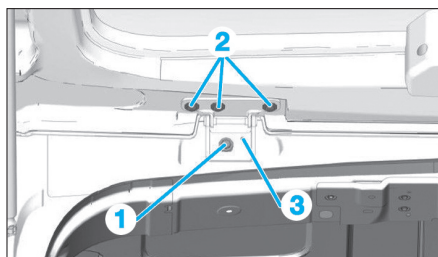

Fig. 106
- Pour le réglage, faire sauter le point de centrage (3) à l'aide d'un chasse-goupille (Fig.106).